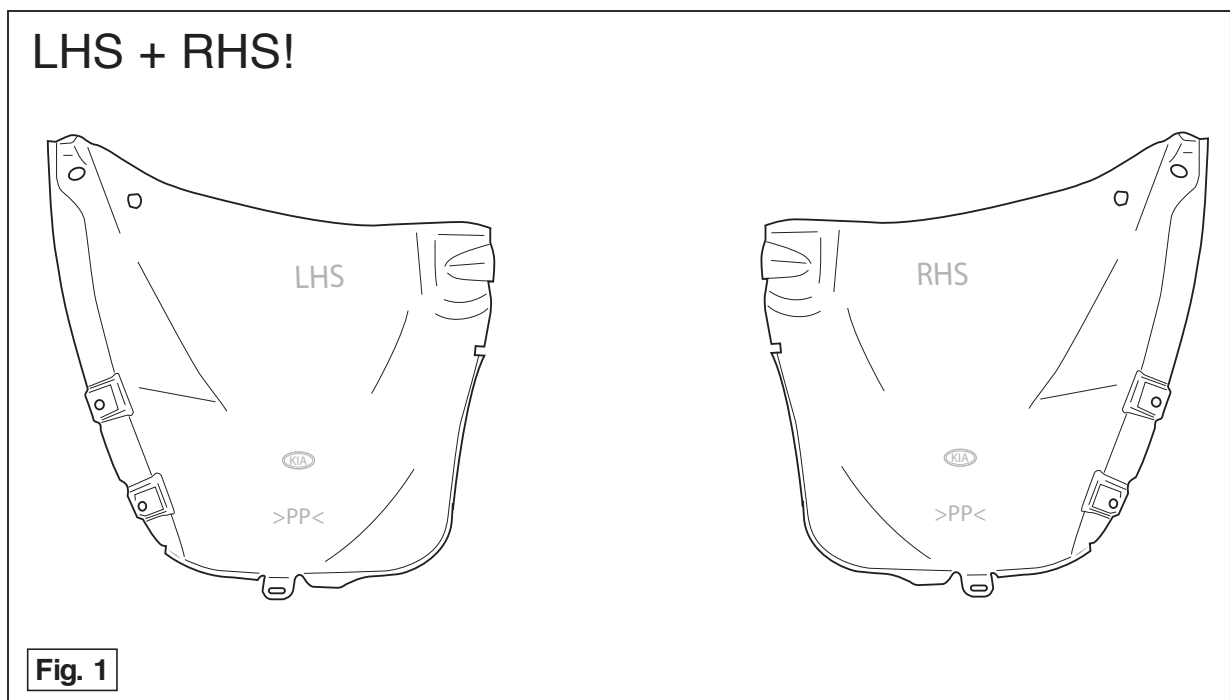

Fig. 1
3. Remove the plastic protective caps. See figure 1.
3. Démontez les caches de protection en plastique. Voir la figure 1.
3. Die Kunststoffschutzklappen demontieren. Siehe Abbildung 1.